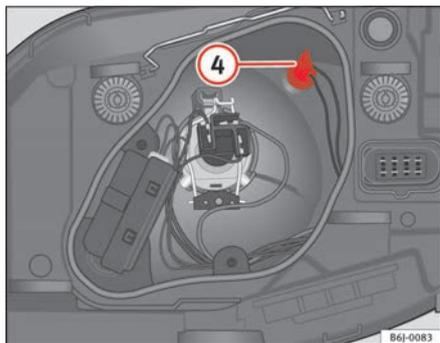

Fig. 153 Luz de presença
- Extraia o porta-lâmpadas ④ ⇒ fig. 153 para fora.